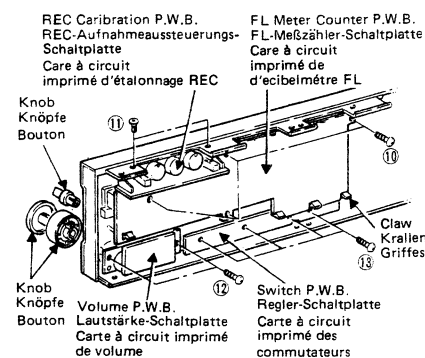

Fig. 4 Abb. 4
- FL Meter counter P.W.B. (Fig. 4)**
- REC caribration P.W.B. (Fig. 4)**
- Volume P.W.B. (Fig. 4)**
- Switch P.W.B. (Fig. 4)**
- FL-Meßzähler-Schaltplatte (Abb. 4)**
- REC-Aufnahmeaussteuerung-Schaltplatte (Abb. 4)**
- Lautstärke-Schaltplatte (Abb. 4)**
- Regel-Schaltplatte (Abb. 4)**
- (2) **Carte à circuit imprimé de décibelmètre FL (Fig. 4)**
- (3) **Carte à circuit imprimé d'étalonnage REC (Fig. 4)**
- (4) **Carte à circuit imprimé de volume (Fig. 4)**
- (5) **Carte à circuit imprimé des commutateurs (Fig. 4)**